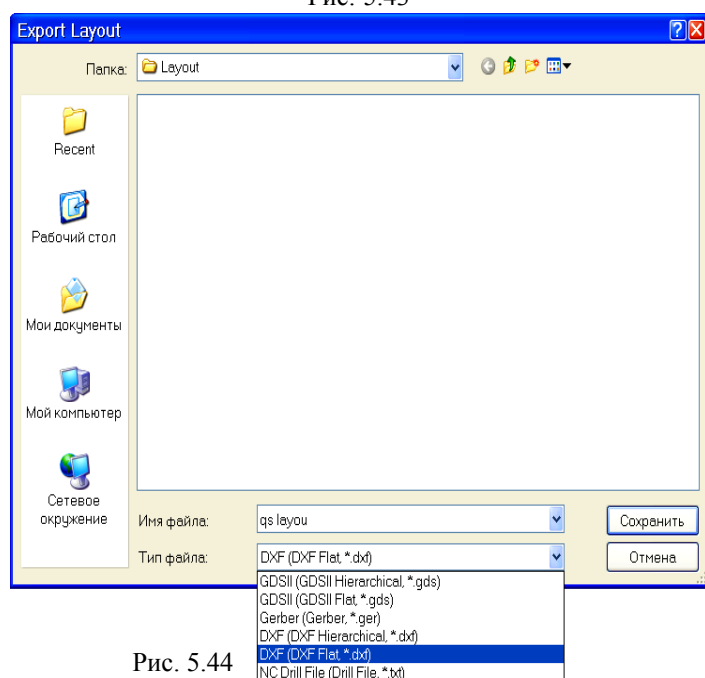

Рис. 5.44
3. Выберите в меню **Layout>Export** (Топология>Экспорт). Откроется диалоговое окно **Export Layout** (рис. 5.44).